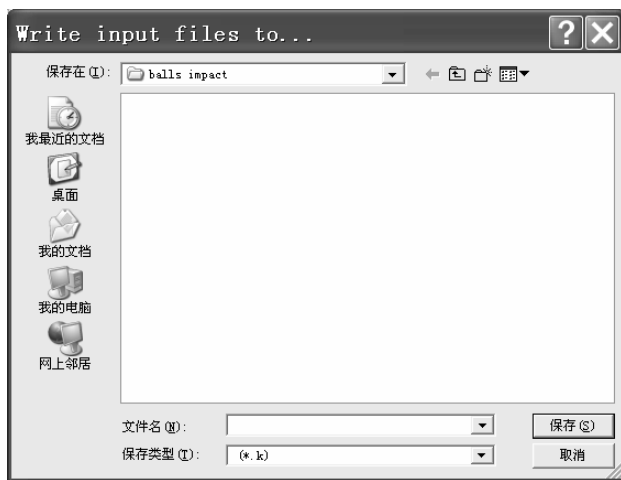

图 4-89 “Write input files to...”窗口
(2) 在“Input files to be Written for LS-DYNA”窗口中“Write results files for...”后的方框中选择“LS-DYNA”(单击该方框后的倒立三角形来选择)。再单击“Write input files to...”后的“Browse...”按钮, 弹出“Write input files to...”窗口(见图 4-89)。